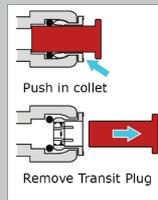

Fig. 1
- Retirez le bouchon de transport du raccord d'arrivée d'eau (Fig. 1).